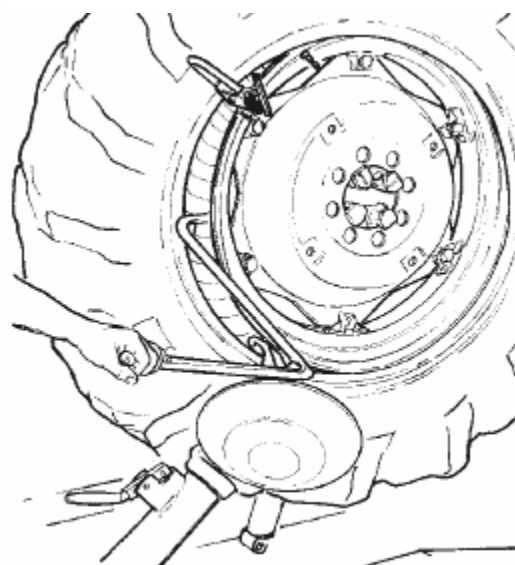

Рис. 28
23) Понемногу поворачивайте зажимное устройство по часовой стрелке до тех пор, пока вы не сможете вставить рычаг отжимного ролика на его место в съемном рычаге (см. рис.28). Этот рычаг поставляется по просьбе заказчика.